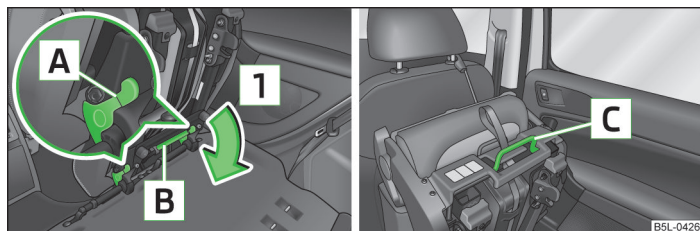

Fig. 53 Sbloccare il sedile ribaltato in avanti/Impugnatura sul cuscino del sedile
- Sbloccare il sedile ripiegato in avanti premendo i bloccaggi del sedile **A** nella direzione indicata dalla freccia **1** » fig. 53.
- Ripiegare in avanti il sedile esterno » pagina 65 e sbloccarlo » fig. 53 a pagina 66.